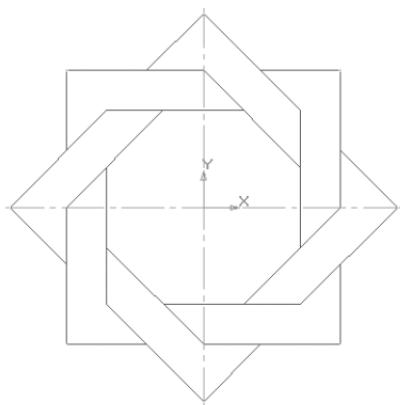

Рис. 82
- аналогично удалению отрезка. Подведите курсор к окружности и щелкните ЛКМ (окружность стала зеленого цвета с черными маркерами) и нажмите <Delete> (рис. 82).
Рассмотрим заливку отдельных областей чертежа на примере орнамента, построенного в §12 рис. 82: